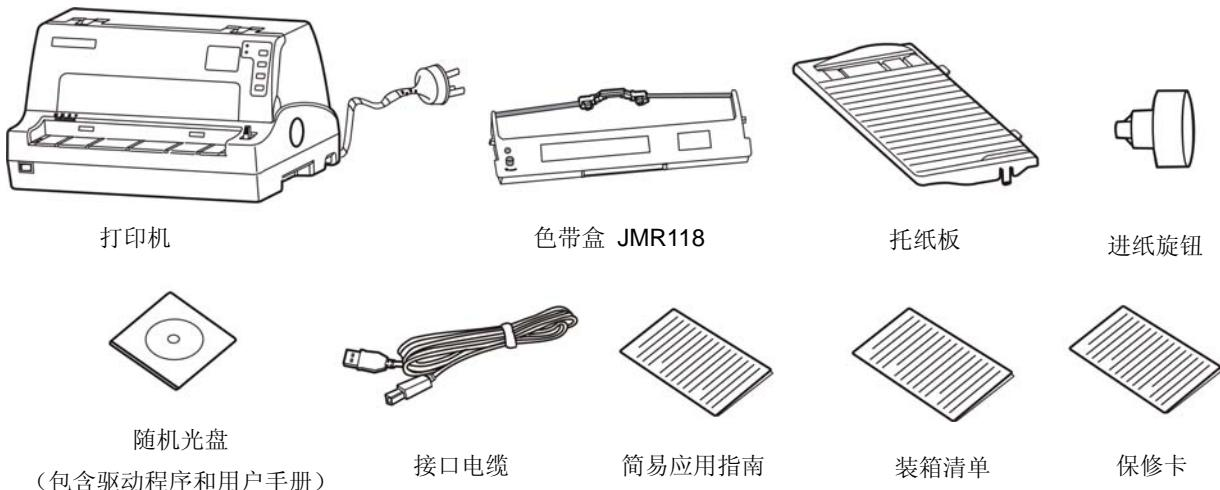

图 2-1 包装箱内打印机包装清单
在打印机包装箱内，应具有以下各项：(1) 打印机；(2) 色带盒 JMR118；(3) 托纸板；(4) 进纸旋钮；(5) 随机光盘；(6) 接口电缆；(7) 简易应用指南；(8) 装箱清单；(9) 保修卡（如图 2-1 所示）。如有遗漏，请向有关经销商联系。